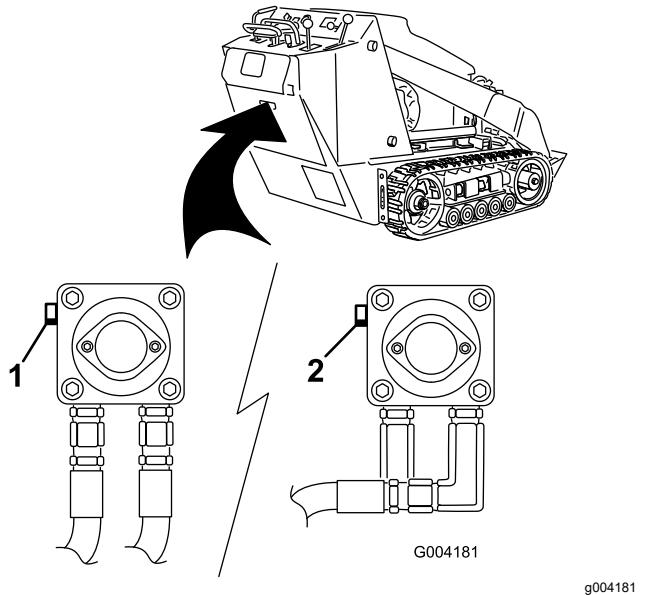

Рисунок 17
- Используя гаечный ключ, дважды поверните буксировочные клапаны на гидравлических насосах против часовой стрелки (Рисунок 17).